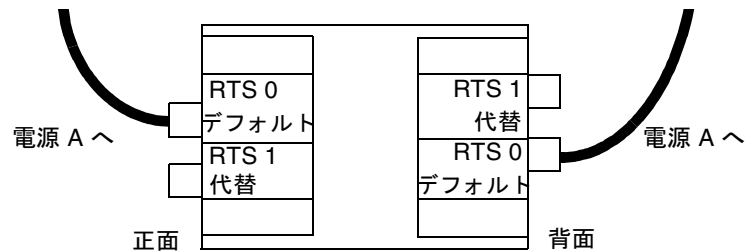

図 3-11 2つの RTU アセンブリおよび1つの AC 電源での構成
- 2つの RTU アセンブリおよび1つの AC 電源を使用する構成では、システムの正面左側に1本、背面左側に1本の計2本のケーブルを接続します(図 3-11)。デフォルトの RTS と同じ電源を使用するコンセントに代替 RTS ユニットの接続することはできません。信頼性が損なわれることになります。